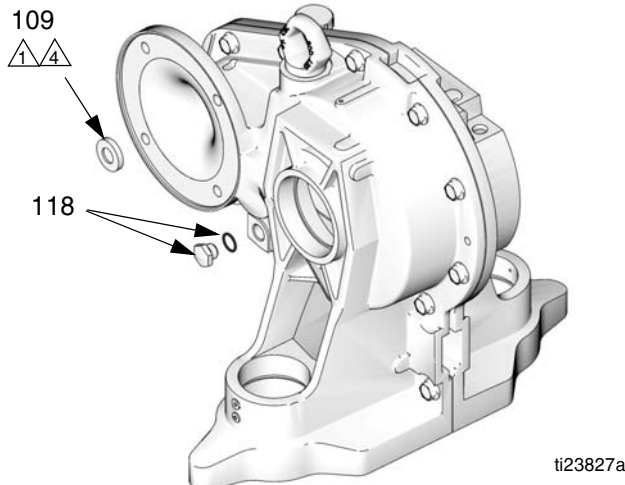

ABB. 4. Vorgelegedichtungen
2. Siehe ABB. 4. Den Ölablassstopfen (118) mit Dichtung auf der Motorseite des Vorgeleges abschrauben. Durchstechen Sie die Eingangsdichtung (109) mit einer gehärteten Blechschraube und ziehen Sie sie heraus.